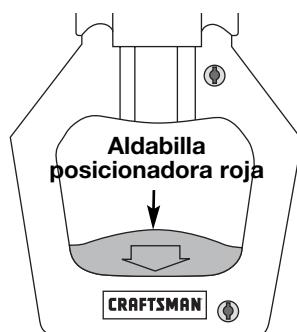

Fig. 3
- Si la manija posicionadora esta en la posición de ARRIBA, agarre la aldabilla posicionadora roja de la manija (Fig. 3) y presionela hasta que el mecanismo interno se libere.
- Si la manija posicionadora esta en la posición de ABAJO, agarre la aldabilla posicionadora roja de la manija (Fig. 3) y presionela hasta que el mecanismo interno se libere.